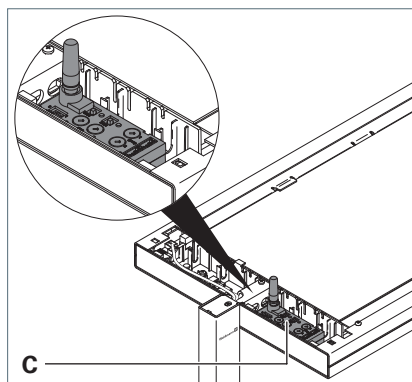

Fig. 2: Modulo in una testa dell'apparecchio d'illuminazione LAVIGO.
- Poggiare il modulo **C** nello spazio libero della testa dell'apparecchio d'illuminazione, vedi Fig. 2. Per LAVIGO VTL: spingere la linguetta del modulo TALK sotto quella del modulo TIME.